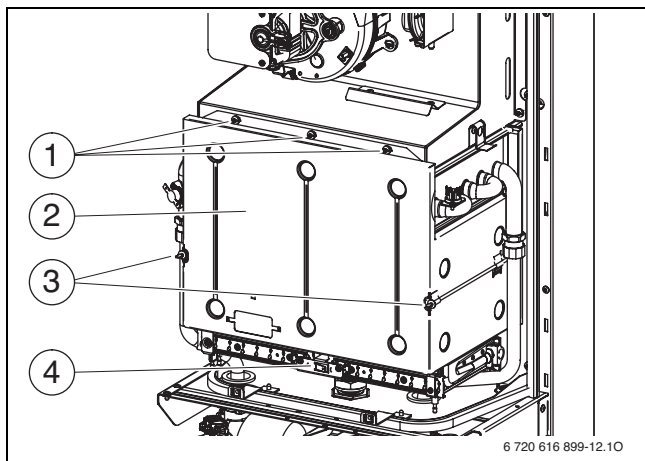

Fig. 53 Ouvrir la chambre de combustion
- ▶ Dévisser les trois vis du haut (→ fig. 53, [1]) et les deux vis du bas [3].
- ▶ Retirer la chambre de combustion (→ fig. 53).